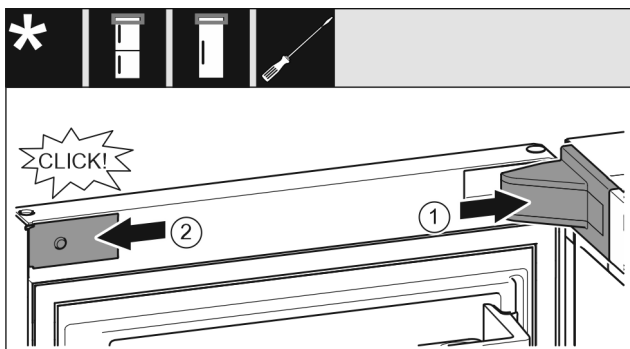

Fig. 28
- ▶ Namestite pokrov ležajnega podstavka Fig. 28 (1) in ga zaskočite, po potrebi ga previdno potisnite narazen.
- ▶ Namestite zaslonko Fig. 28 (2) in jo zataknite.